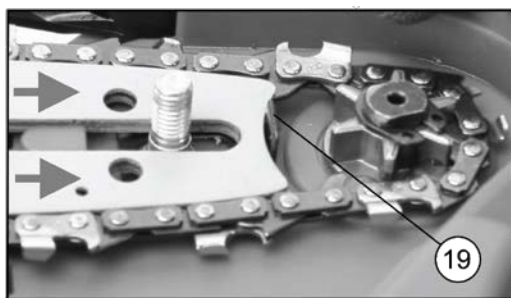

Рисунок 3
3.1.4 Вставте шину на пластину (17, рисунок 1) механізму натягувача ланцюга так, щоб край шини впирався в натяжний важіль (19, рисунок 3) і натисніть в бік приводної зірочки. Розмістіть ланки ланцюга навколо приводного зубчастого колеса (зірочки) пили (дивіться рисунок 3).